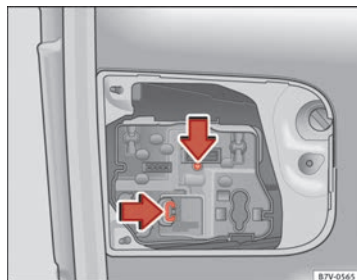

Abb. 212 In der Heckklappe: Lampenhalter herausnehmen.
5. Verriegelungslaschen in Pfeilrichtung drücken ⇒ Abb. 212 und Lampenhalter herausnehmen.